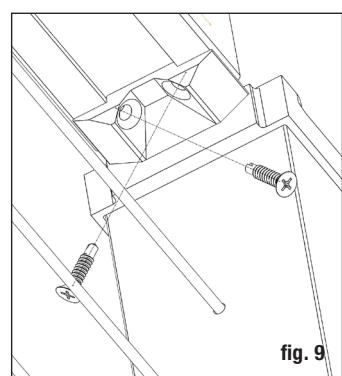

fig. 9
**Paso 10** Coloque el riel entre los postes. Compruebe el nivel de extremo a extremo y verticalmente. Fije los soportes al poste en un extremo. Pretaladre el riel con una broca de 7/64 pulg. Repita para el otro extremo. *Consejo: Utilice una broca de extensión para evitar dañar el riel con el portabrocas.* Instale todos los rieles antes de instalar el cable. (fig. 9)